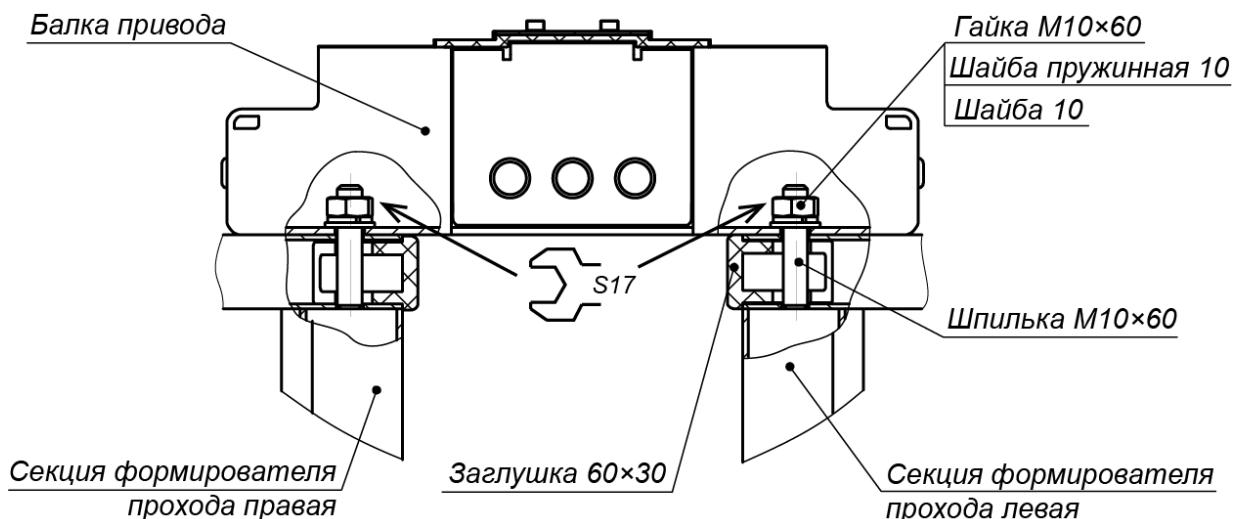

Рисунок 16. Крепление балки привода к секциям формирователя прохода
15. Распакуйте балку привода (9) с крышкой (10) (ящик №1).
16. Произведите монтаж балки привода (9) (работайте вдвоем!):
- Снимите крышку (10) с балки привода (см. разд. 6).
- Используя две стремянки, осторожно установите балку сверху на турникет, при этом шпильки, расположенные на секциях (6) формирователей прохода, должны попасть в соответствующие отверстия в балке. Будьте внимательны – не повредите соединительные кабели!
- Придерживая балку, осторожно приподнимите ее с одной стороны и пропустите концы кабелей индикации (14) из балки опорной (7) в соответствующие отверстия балки привода. Временно закрепите их внутри балки (к примеру, с помощью скотча). Те же самые действия произведите с другой стороны балки.
- Закрепите балку привода на секциях (6) формирователя прохода четырьмя гайками М10 с шайбами (см. рис. 16), навернув их на шпильки с помощью торцового ключа S17. Затяжка гаек предварительная, для возможности регулировки положения.